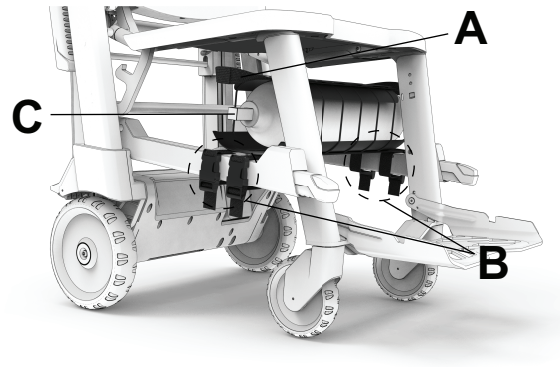

Abbildung 37 – Befestigung des Sauerstoffflaschenhalters
2. Den Sauerstoffflaschenhalter (A) zwischen den beiden unteren Tragegriffrohren unter der Sitzschale platzieren (Abbildung 37).
3. Alle vier Gurte um die unteren Tragegriffrohre (B) wickeln und die seitlichen Gurtschlösser verbinden (Abbildung 37).
4. Die Sauerstoffflasche (C) in den Halter schieben (Abbildung 37).